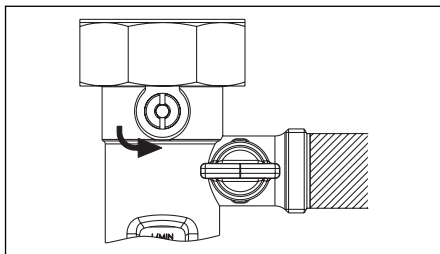

Abb. 6.19 Position Stellschraube
3. Öffnen Sie den oberen Kugelhahn an der Durchflussmess- und Einstellvorrichtung, indem Sie die Stellschraube in die senkrechte Position drehen (Abb. 6.19).